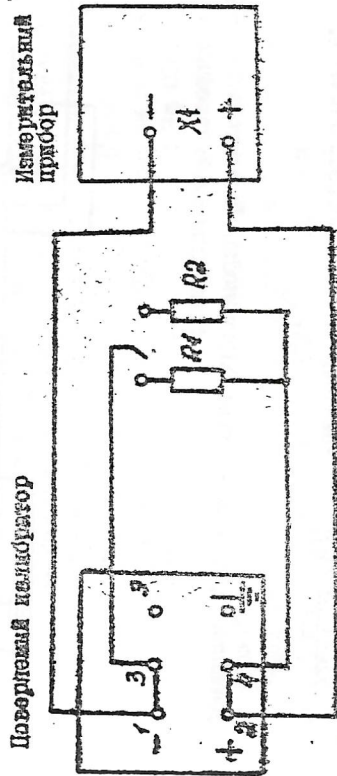

рис.7
4.3.6.3. Определите дополнительную погрешность выходного калибровочного напряжения при изменении нагрузки по схеме рис.7 в соответствии с табл. 13.